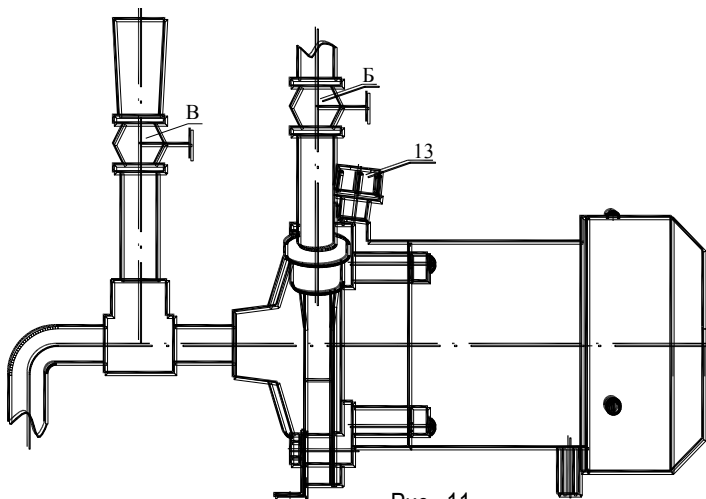
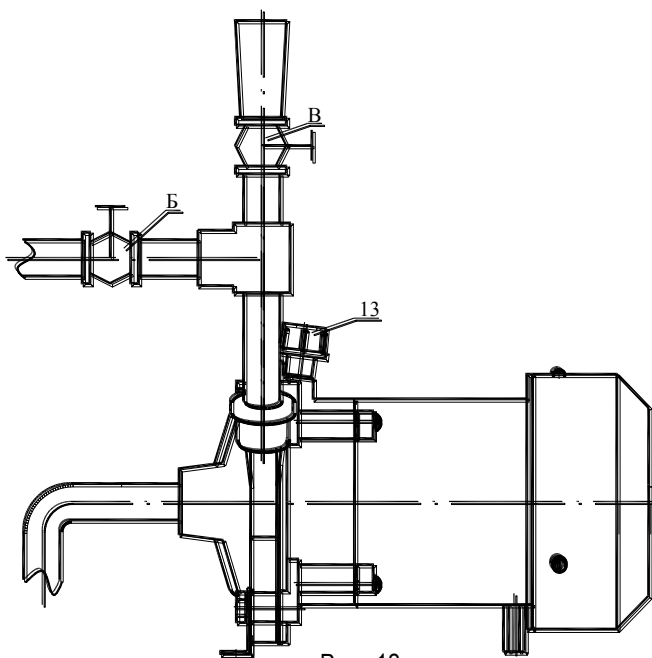

Рис. 11
Рис. 12
1.7.2 Рекомендуемые схемы заливки водой электронасоса горизонтального исполнения перед запуском приведены на рис.11 и 12. Предпочтение отдается схеме заливки, указанной на рис.12.